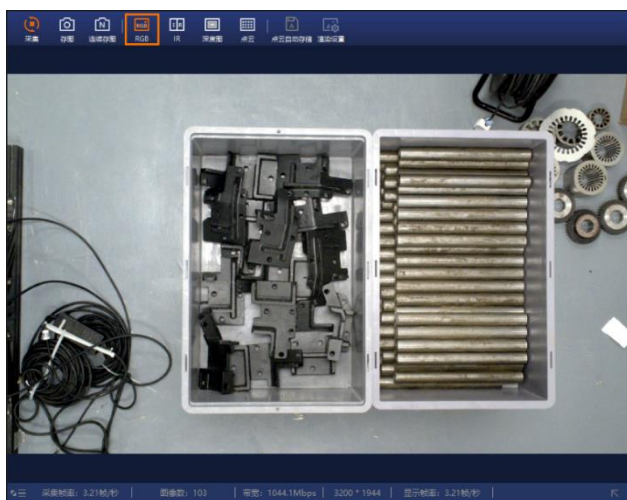

图3-20 彩色图像预览模式
2. 单击控制工具条中的 ，切换至彩色图预览模式，如 图 3-20 所示。